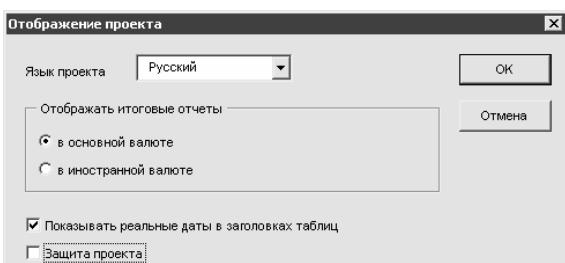

Рис. 2.4. Настройка отображения проекта
- Отображение – кнопка позволяет перейти в режим настройки отображения данных проекта. При ее нажатии отображается окно, которое показано на рис. 2.4 (с ним познакомимся чуть позже).
Возможности программы предусматривают ведение многовалютного учета. Выбор основной и иностранной валюты осуществляется соответственно в полях Основная валюта и Иностранная валюта. По умолчанию в поле Основная валюта установлено значение EUR, а в поле Иностранная валюта – значение тыс. руб. В режиме настройки отображения данных (рис. 2.4) нужно указать, в какой валюте – основной или иностранной должны выводиться отчетные данные.
Вы можете сами произвести настройку отображения параметров проекта. Для этого нажмите кнопку Изменить настройки отображения – отобразится окно, которое показано на рис. 2.4.